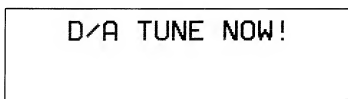

Fig. 11/図11
1. Press the [NUMBER/7] button. The LCD displays as shown in fig. 11.
1. [NUMBER/7] ボタンを押します。LCD ディスプレイに、図11のように表示されます。